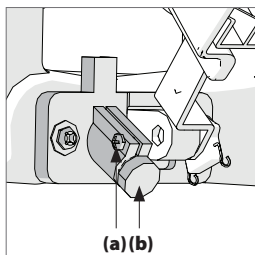

Fig. 6
- Allentare le viti di fermo (**Fig. 6, a**)
- Ruotare attentamente il modulo laser (**Fig. 6, b**) finché la linea presenta una traiettoria parallela ai contrassegni presenti sul pezzo di cartone.